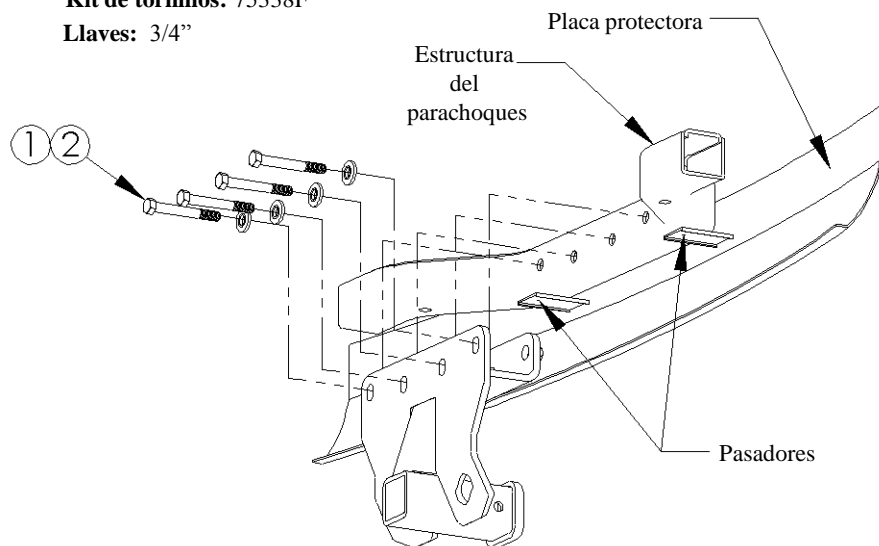

FIGURA 1
- Retire dos pasadores plásticos que sostienen la placa protectora del parachoques en la estructura del parachoques como se muestra en la figura 1. (Si el gancho de remolque OEM está presente: Quite la placa protectora, el soporte plástico del parachoques y el gancho de remolque)
- Suavemente hale la placa protectora hacia atrás cerca de una pulgada y levante el enganche a su posición como se muestra en la figura 1.